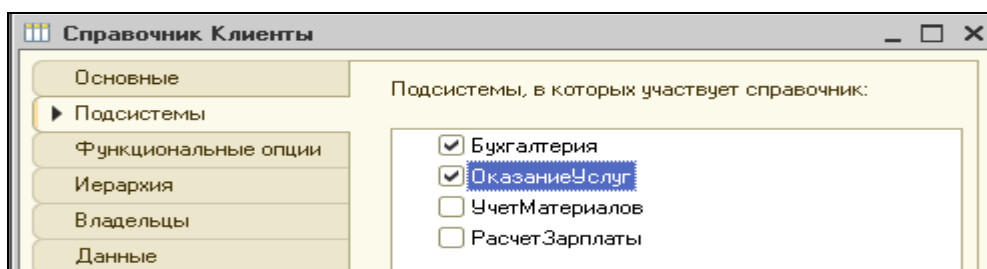

Рисунок 1.5 Подсистемы, в которых будет использоваться справочник Клиенты
2. Перейти на закладку **Подсистемы**. Выделить подсистемы, в которых будут использоваться данные справочники (рис.1.5), окно справочника не закрывать.